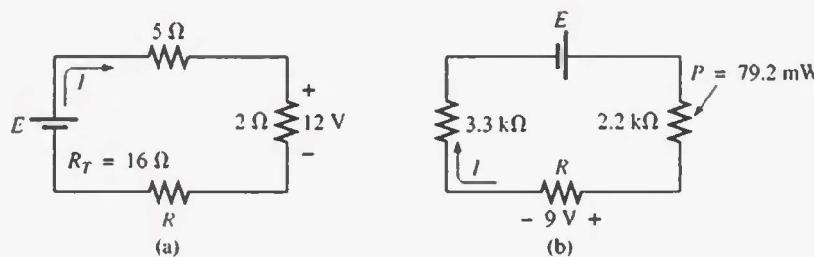

FIGURA 5.74
- *4. Para cada red de la figura 5.74, determine la corriente I , la fuente de voltaje E , la resistencia desconocida y el voltaje en cada elemento.